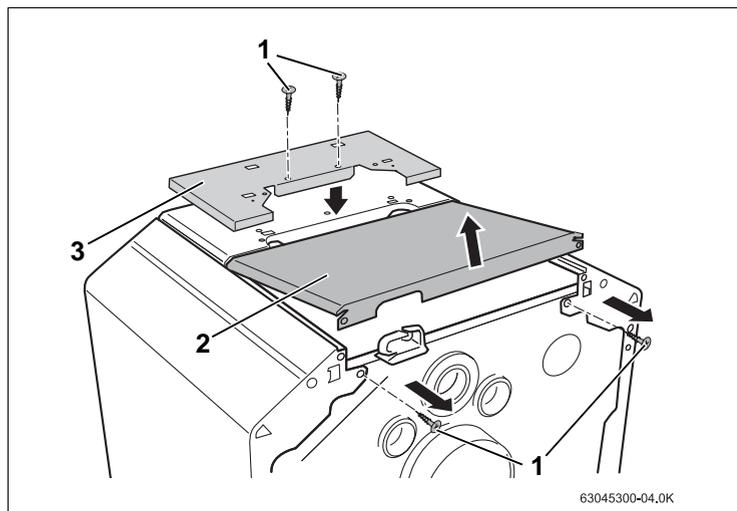

fig. 7 Retirar a cobertura traseira da caldeira/montar a chapa de adaptação
**item 1:** Parafusos de fixação
**item 2:** Cobertura traseira da caldeira
**item 3:** Chapa de adaptação
- Levantar um pouco a cobertura traseira da caldeira (fig. 7, **item 2**) e retirar, puxando para trás.
- Montar a chapa de adaptação (fig. 7, **item 3**) para o módulo do queimador externo BRM10 com dois parafusos de fixação na parte traseira da cobertura dianteira da caldeira.